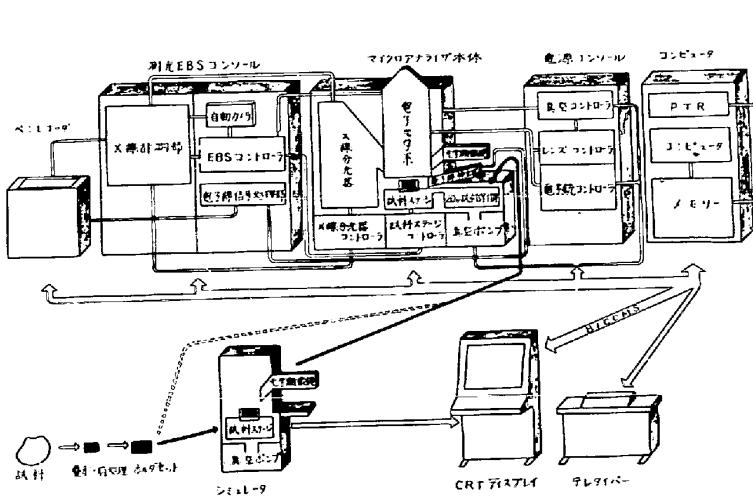

図1 システムの構成
2. 構成 図1に示すように、20ヶの試料が同時装填できるマイクロアナライザーとコントローラー、専用ミニコンピュータとメモリー、CRTディスプレイとテレタイマー、ソフトウェアBICOMS (Built-In Computation and Operation Monitoring System)および分析位置プリセット用シミュレーターから構成されている。そして必要なプログラムの設定はCRTディスプレイによる対話方式で行い、各種データはこのCRTディスプレイ（およびハードコピー）、テレタイマー、自動カメラ、ペンレコーダに表示記録される。必要に応じてコンピュータを介さないマニュアルリモートコントロールもできる。なお分析位置の設定はシミュレータを用いずに本体試料ステージでも可能である。